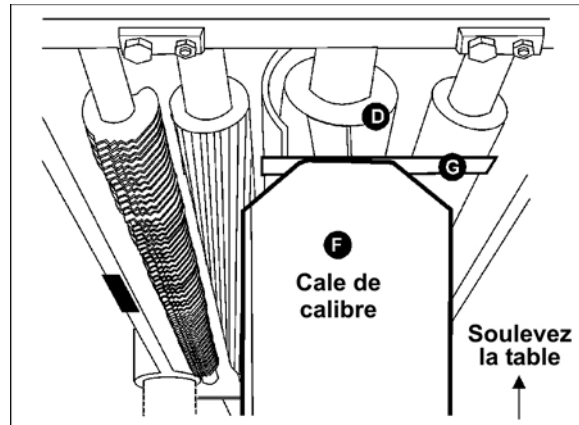

Figure 26
3. Placez la cale du calibre (F, Figure 26) sur la table directement en dessous de la tête de la découpeuse (D, Figure 26).
4. À l'aide d'un calibre d'épaisseur de 0.02" (0.5mm) (G, Figure 26) placé au dessus de la cale du calibre, soulevez la table de travail jusqu'à ce que le couteau touche le calibre d'épaisseur lorsque le couteau se trouve à son point le plus bas. Ne déplacez pas la table de travail plus loin tant que le rouleau de sortie n'est pas réglé.